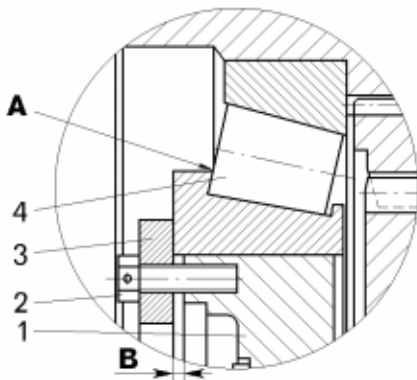

Рисунок 7.14 – Проверка зазоров:
Проверить щупом зазор между торцами роликов и рабочим бортом подшипника 4 (рисунок 7.14). Если на 70% роликов зазор не превышает 0,3 мм (причем не должно быть более трех рядом расположенных роликов, у которых зазор превышает 0,4 мм), перейти к выполнению следующего пункта. В противном случае повторить затяжку болтов в той же последовательности до установления на восьми болтах момента 60 Н.м.
– завернуть регулировочные болты 11 (24 штуки) одевая на каждый из них по одной распорной шайбе из шлифованного комплекта, чтобы распорные шайбы расположились в зазоре В (смотри рисунок 7.14);